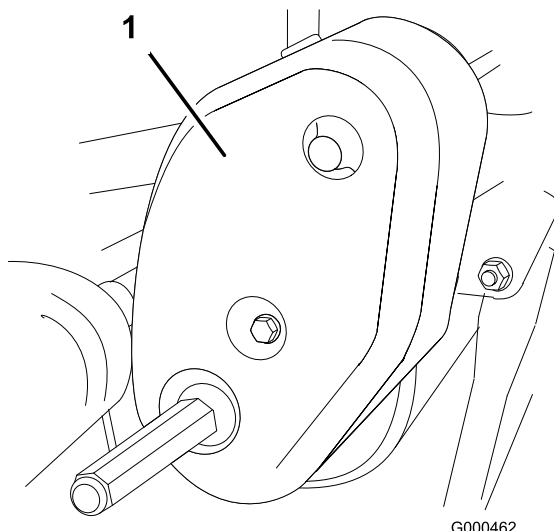

Figura 40
1. Togliete i dispositivi di fissaggio del paracinghia e il paracinghia per accedere alla cinghia (Figura 40).